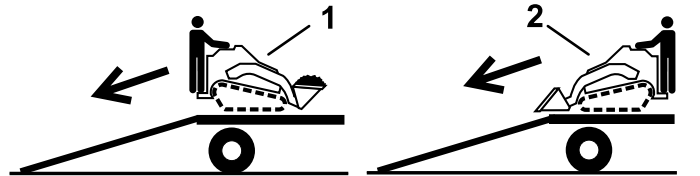

Figure 30
2. Placez toujours l'extrémité la plus lourde de la machine en haut de la rampe, la charge en bas, pour la descende de la remorque (Figure 30).